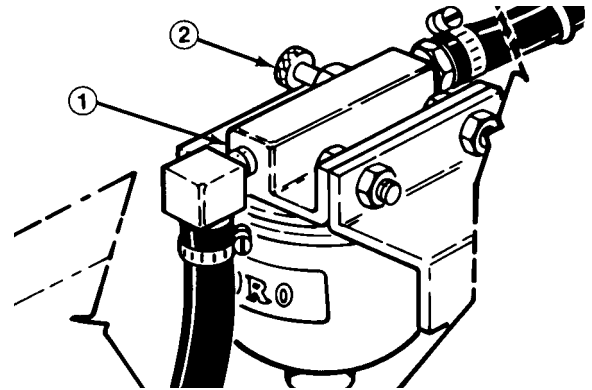

Bild 12
2. Die Entlüftungsschraube oben am Kraftstofffilter/Wasserseparator (Bild 12) aufbrechen.